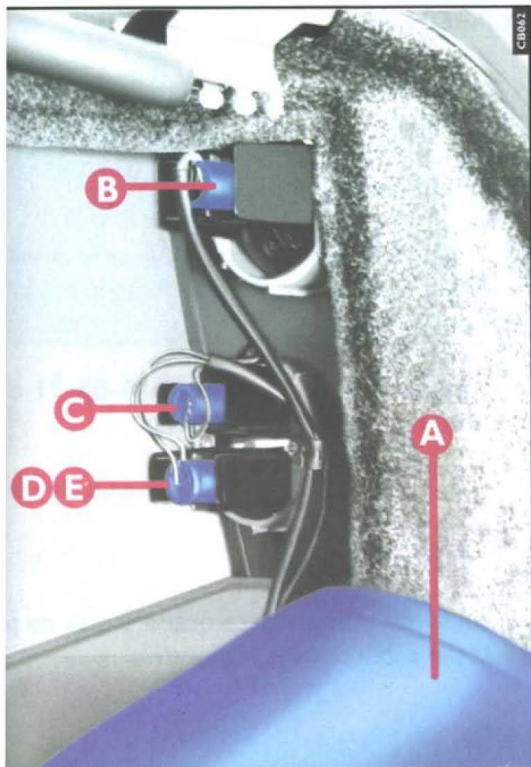

fig. 16
- 1) pela parte interna do porta-malas, abaixar a tampa **A-fig. 16** do revestimento;